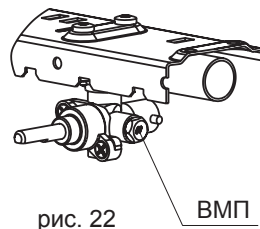

рис. 22
27.2. Проведение замены винтов малого пламени (ВМП) в кранах горелок стола (рис. 22):